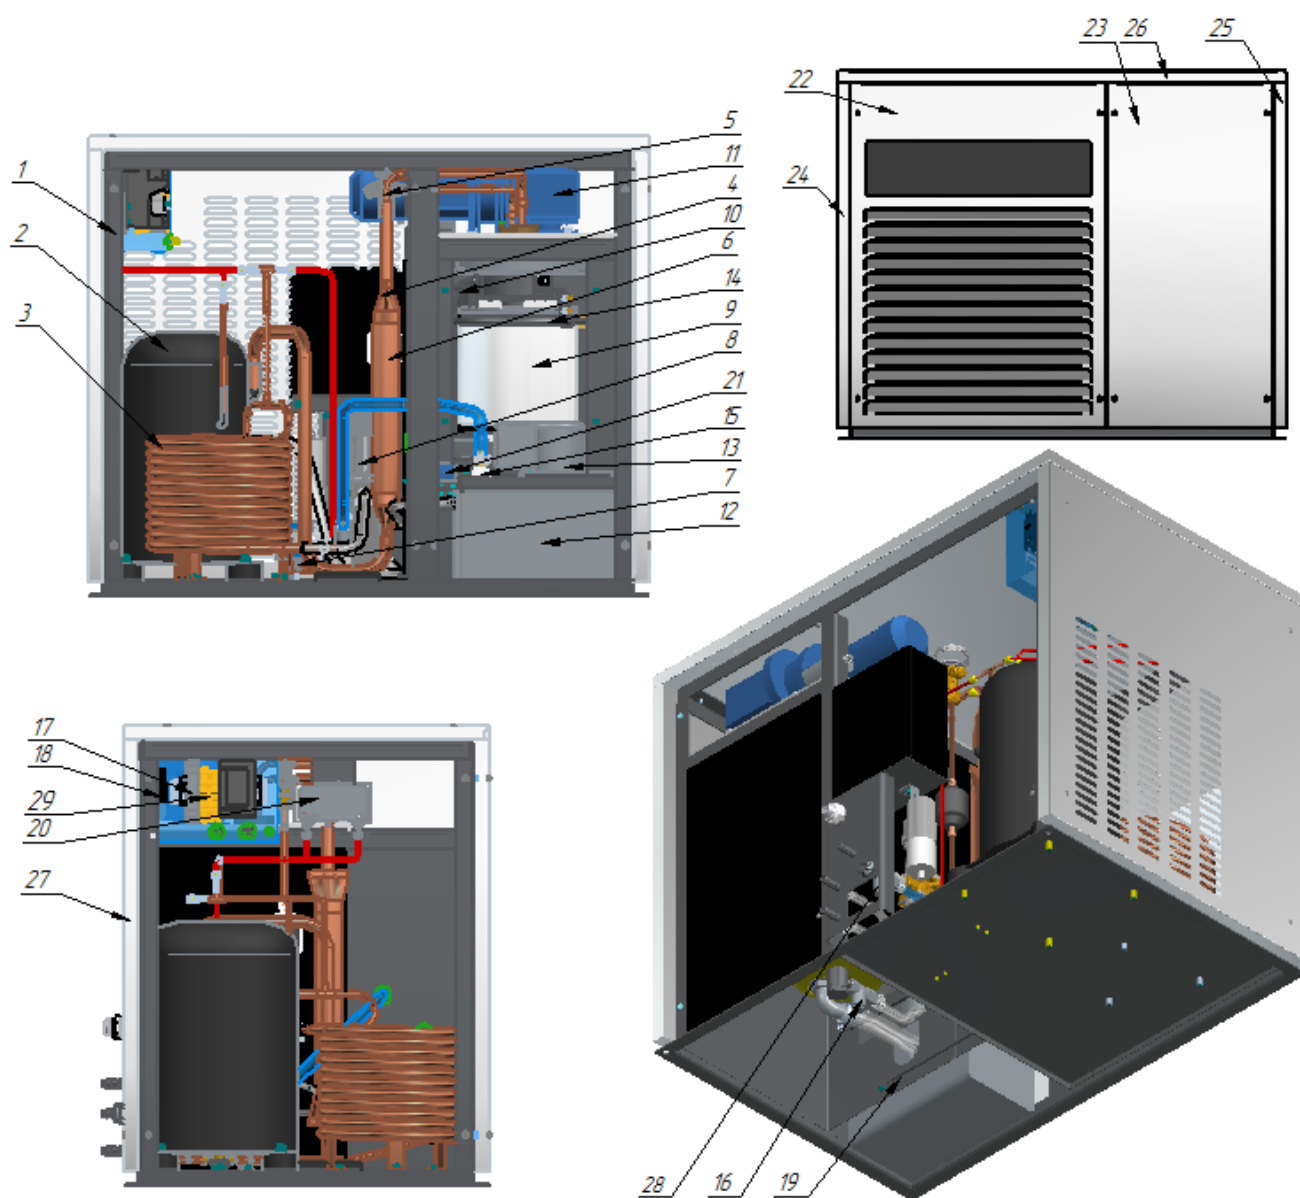

Рис. 1 Устройство льдогенераторов ЛГ-250Ч-01, ЛГ-400Ч-01, ЛГ-620Ч-01
2.1.1 Устройство льдогенератора чешуйчатого льда ЛГ-250Ч-01, ЛГ-400Ч-01, ЛГ-620Ч-01 приведено на рис. 1.